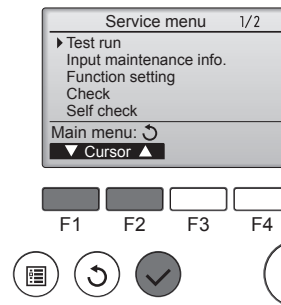

Fig. 7-1
- ① 從維修選單選擇“試運轉”，並按下 [SELECT] 按鈕。（Fig. 7-1）